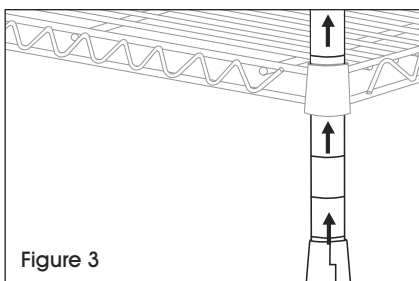

Figure 3
2. Insérez le montant par le dessous de la tablette jusqu'à ce que la tablette glisse fermement sur les supports. (Voir Figure 3)